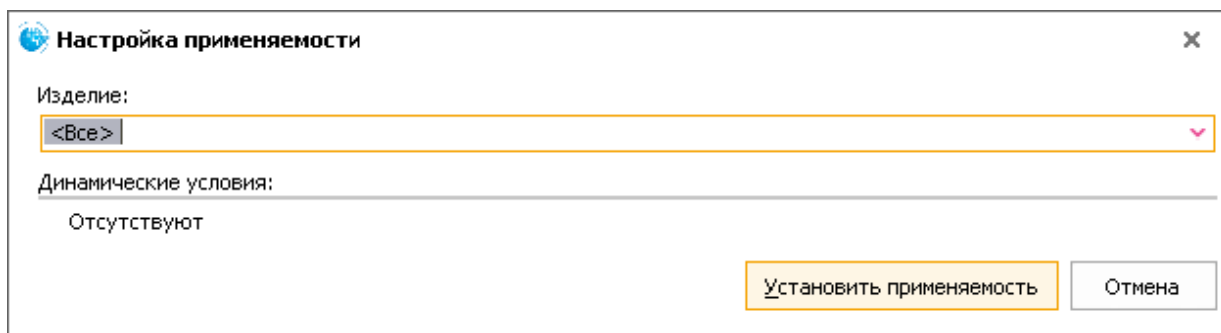

Рис. 65
– **По применяемости.** По умолчанию выбрана применяемость «Все». Применяемость «Все» означает, что поиск осуществляется для версий модулей данных, действительных для всех изделий и при всех условиях эксплуатации. Для выбора другой применяемости нажмите на кнопку . После этого появится окно **Настройка применяемости** (Рис. 65).